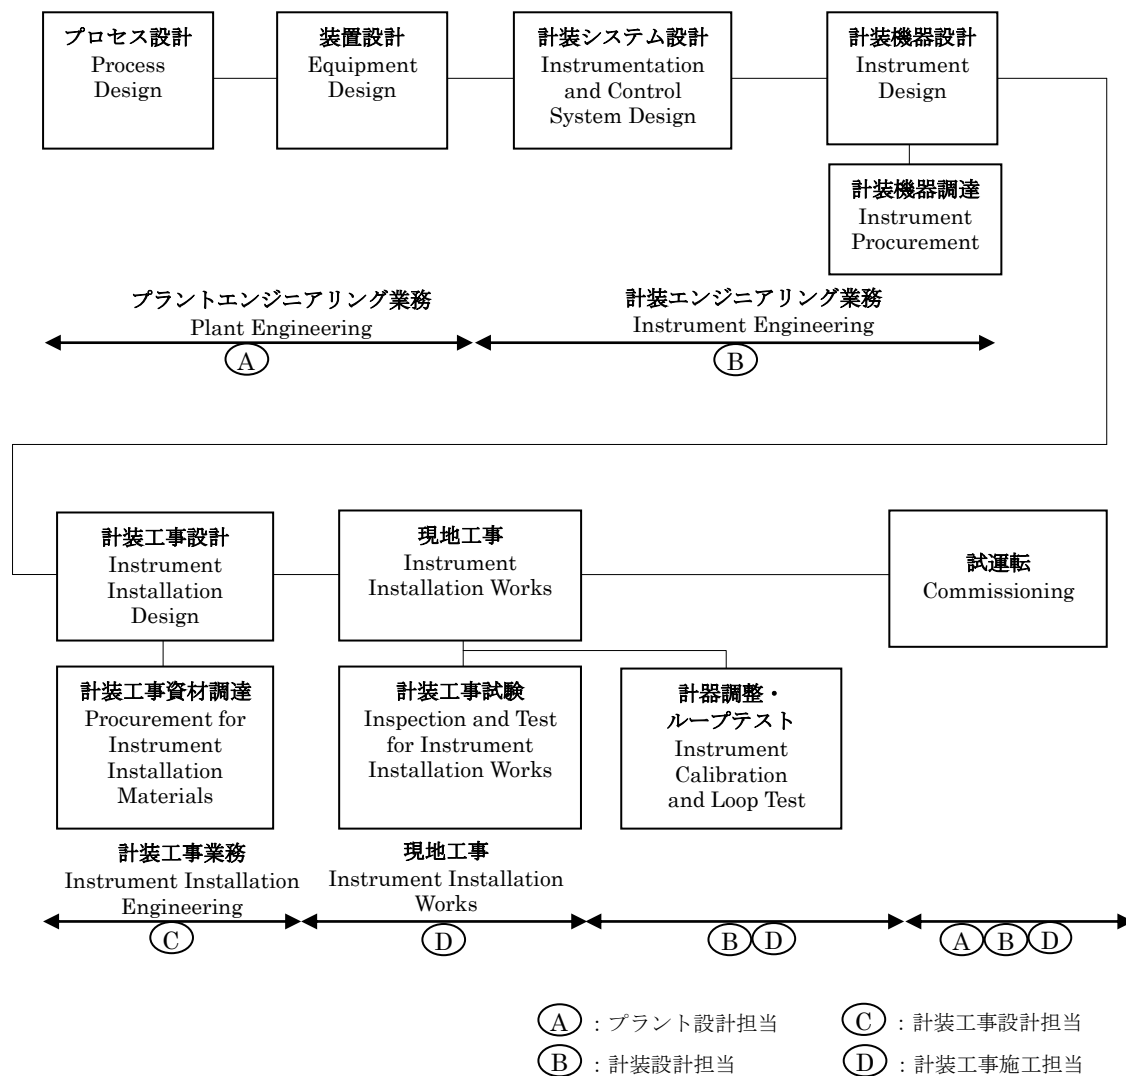

図 1.1 計装工事と関連する業務の分担
1.1 プラントにおける計装工事の範囲 計装工事の範囲は“計装工事設計（含む，計装工事資材調達），現地工事（含む，計装工事試験・検査），試運転立会い，計装設備（工事）保全，それらに付随する業務”と規定する。この規定により計装工事と関連する業務の範囲を図 1.1 に示す。